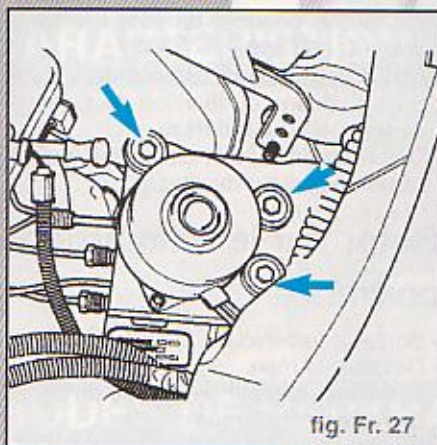

fig. Fr. 27
- Dévisser les vis du support de l'unité hydraulique (flèches) (Fig. Fr. 27).